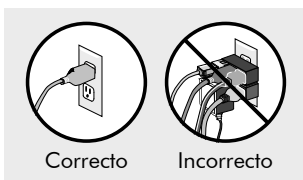

Figura 34
- Los circuitos recargados con varios productos y que además estén contruidos con alambre de calibre menor a No 14 presentarán caídas de voltaje, que harán funcionar mal su refrigerador provocando fallas en el compresor con pérdida de la garantía por tal concepto. (Figura 34).
- No compartir el tomacorriente con otros equipos eléctricos. (Ver figura 34 página 14).